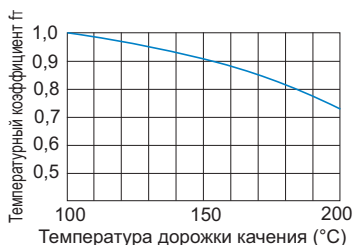

Рис.2 Температурный коэффициент (f_t)
- f_T : температурный коэффициент (см. Рис.2 **A11-6**)
Если температура среды, окружающей работающую модуль линейного качения, превышает 100°C, необходимо учитывать отрицательное влияние повышенной температуры и умножать номинальные значения грузоподъемности на температурный коэффициент, указанный на Рис.2.